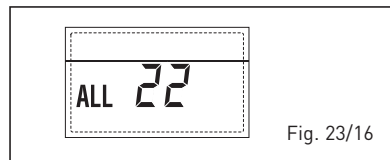

Fig. 23/16
- ANOMALIA AVARIA SONDA IMPULSÃO SEGUNDA ZONA MISTURADA “ALL 23” (fig. 23/17)